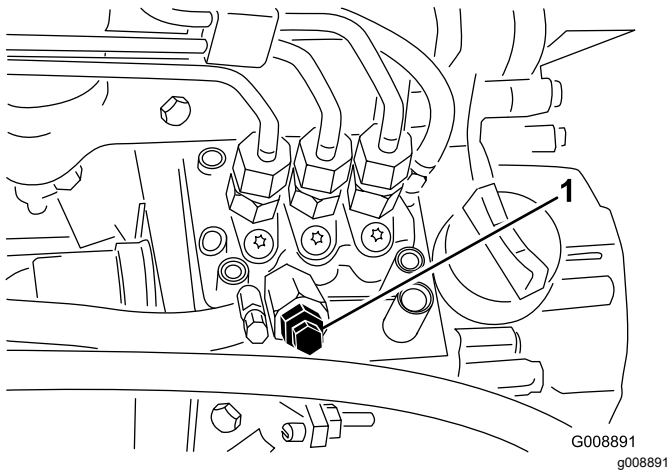

Bild 86
4. Öffnen Sie die Entlüftungsschraube an der Kraftstoffeinspritzpumpe (Bild 86).